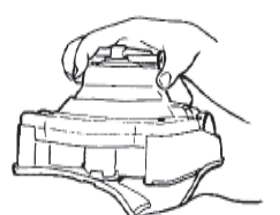

図10
- 7) 本器を水平に持ちながら、底のカバーを外してください(図10)。